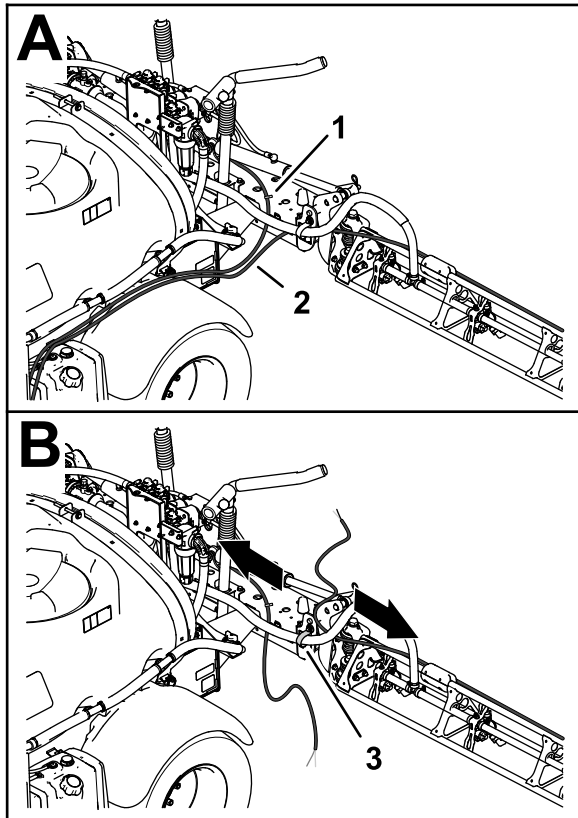

図 19
2. 左右のブームで、泡ノズルからチューブを外し、ブームの支点近くにある R クランプから抜き出す 図 19。